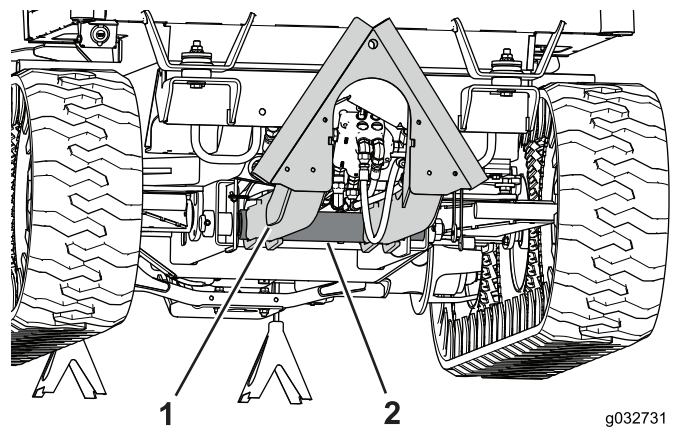

Figure 105
3. Placez un cric sous le point de pivotement de l'accessoire et élevez l'avant du cadre jusqu'à ce que les roues centrales reviennent en arrière et touchent presque les roues arrière (Figure 105).